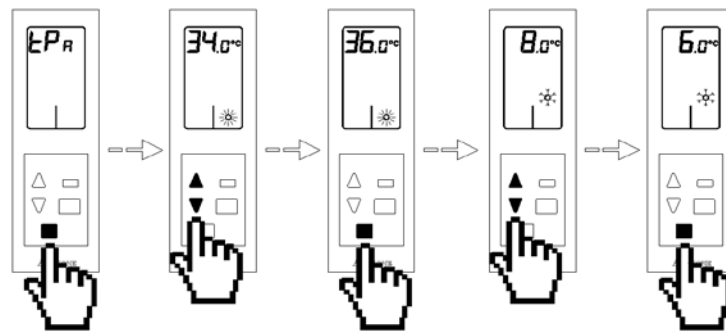

Fig. 108
- Temperatura de corte en modo calor y frío  $EP_R$ :** Esta opción permite definir las temperaturas de corte del sistema para la protección del equipo de aire. Por defecto el sistema tiene como temperatura de corte en calor  $34^{\circ}$  y como temperatura de corte en frío  $8^{\circ}$ . Si desea modificar estos valores pulse el botón de confirmación , el valor del menú se pondrá a parpadear, esto indica que estamos dentro del menú. Si desea salir del menú pulse el botón salir  para volver al menú anterior. Primero modificaremos la temperatura de corte para calor. El sistema permite modificar la temperatura entre estos valores  $32^{\circ}$ ,  $34^{\circ}$ ,  $36^{\circ}$ . Seleccione la opción deseada mediante las flechas  $\Delta$ / $\nabla$  y pulse el botón de confirmación . Una vez confirmado modificaremos la temperatura de corte para frío. El sistema permite modificar la temperatura entre estos valores  $6^{\circ}$ ,  $8^{\circ}$ ,  $10^{\circ}$ . Seleccione la opción deseada mediante las flechas  $\Delta$ / $\nabla$  y pulse el botón de confirmación . (Fig. 108)